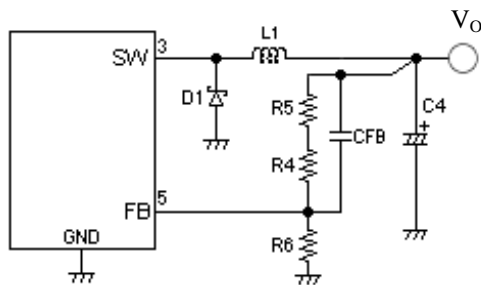

図 11-8 出力コンデンサにアルミ電解コンデンサを使用する場合
*ESR が $150 \text{ m}\Omega$ 程度の場合、図 11-8 のように FB 端子と V_O にコンデンサ C_{FB} ($220\text{pF}\sim 2200\text{pF}$) が必要です。